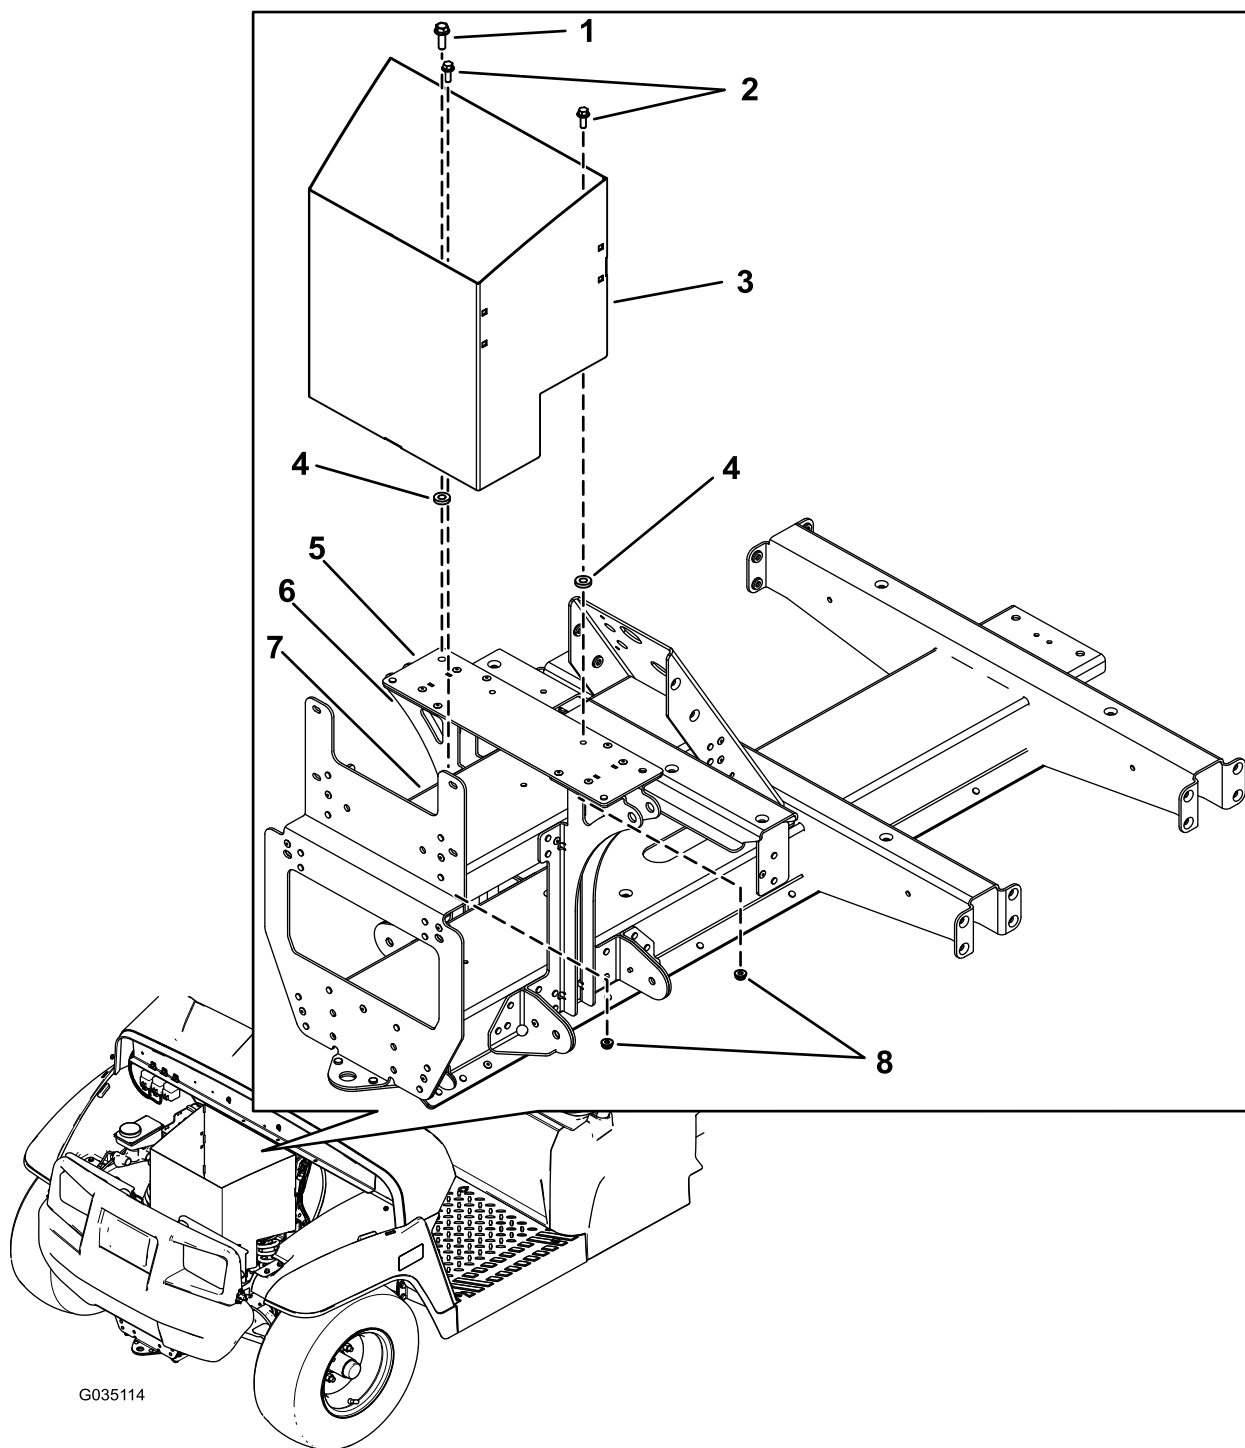

Figure 1
1. Retirez le boulon existant du côté droit de la plaque de support (Figure 1).
2. Alignez les 2 entretoises sur les trous de la plaque de support (Figure 1).
3. Abaissez doucement le coffre de rangement sur les entretoises et la plaque de support (Figure 1).
4. Faites passer la vis à tête hexagonale (5/16" x 1") à travers le coffre de rangement, la plaque de support et la patte de fixation d'amortisseur avant droite (Figure 1).
5. Montez une vis à tête hexagonale (1/4 x 3/4") et un écrou à embase (1/4") dans le coffre de rangement et la plaque de support (Figure 1).
6. Montez une vis à tête hexagonale (1/4 x 3/4") et un écrou à embase (1/4") dans le coffre de rangement et le support d'amortisseur (Figure 1).